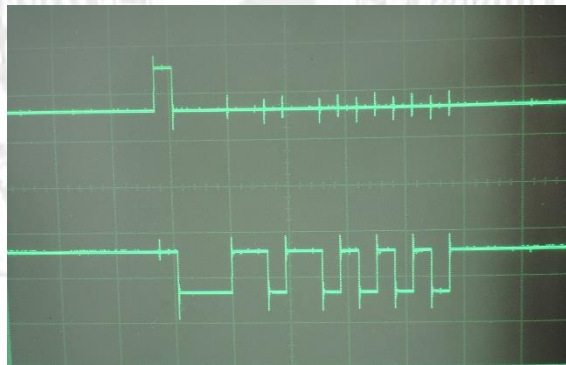

Figura 10.4 Comparación entre TP31 y TP10.
12. Observar como la secuencia 0/1 se inserta en el intervalo de tiempo 0 (por paquetes de 8 bits) inmediatamente después de los 8 bits de la palabra de sincronismo (Figura 10.4).